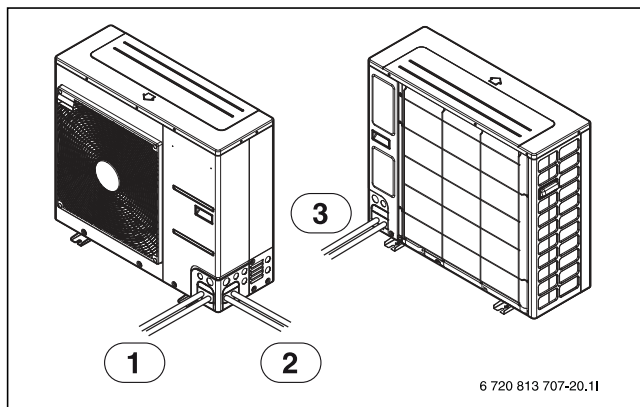

Bild 21
- Rören kan anslutas åt fyra håll. Se figuren för de olika riktningarna (→Bild 21 och 22).